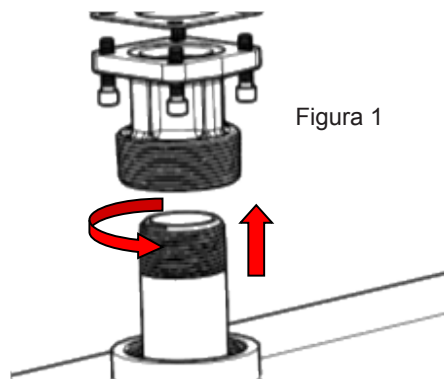

Figura 1
1. Rosque la tubería de 1-1/4" en el adaptador del tanque. Selle las roscas para impermeabilizarlas con un sellador apropiado (Figura 1).